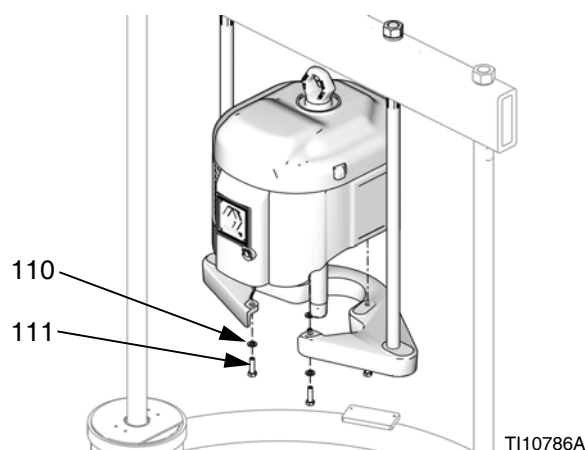

FIG. 26: NXT su D200 con piastra piccola
4. posizionare la piastra di montaggio (109) in modo che la parte superiore del motore non tocchi la barra a croce. Vedere la FIG. 26. Con un verricello adatto, fissare il motore alla piastra di montaggio (109) con le viti (111) e le rondelle (110).